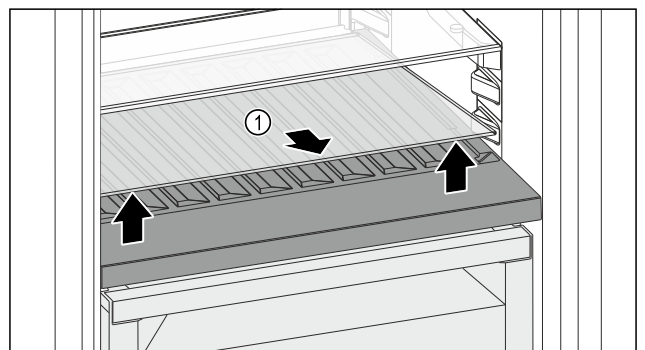

Fig. 113
- ▶ 抬起前部槽上的玻璃隔板 Fig. 113 (1) 并取出。
- ▶ 将玻璃隔板 Fig. 113 (1) 稳妥地放在冰箱外。
- ▶ 将玻璃隔板 (2) 放入可调瓶架下方。